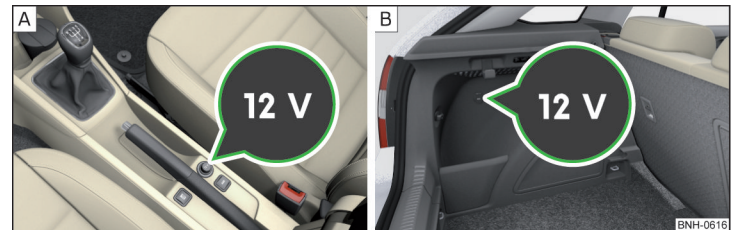

Abb. 97 Abdeckung der 12-Volt-Steckdose: in der Mittelkonsole vorn / im Gepäckraum
- Zum **Gebrauch** die Abdeckung der Steckdose abnehmen » Abb. 97 - [A] bzw. die Abdeckung der Steckdose öffnen » Abb. 97 - [B].